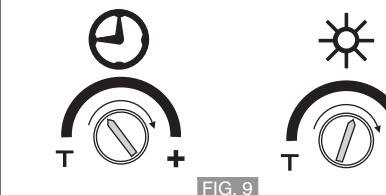

FIG. 9
- En tournant le régulateur (et) dans le sens horaire on programme la luminosité de réaction (crépusculaire de 1 à 100 lux) et la durée d'allumage de l'éclairage (de 5 secondes à 12 minutes environ); voir l'exemple sur FIGURE 9.